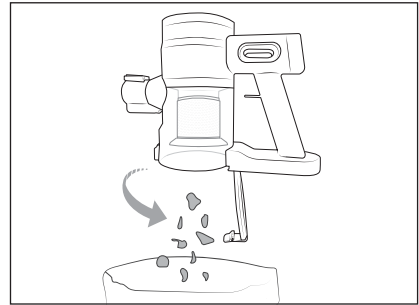

Fig. 10
- 1) En caso necesario, desmonte el tubo de aspiración telescópico **16**. Sostenga el depósito de polvo **2** sobre el cubo de la basura y pulse el botón de desencastre de la tapa del depósito de polvo **4**. Tras esto, se abre la tapa del depósito de polvo **3** y el contenido cae al cubo de la basura (consulte la fig. 10).